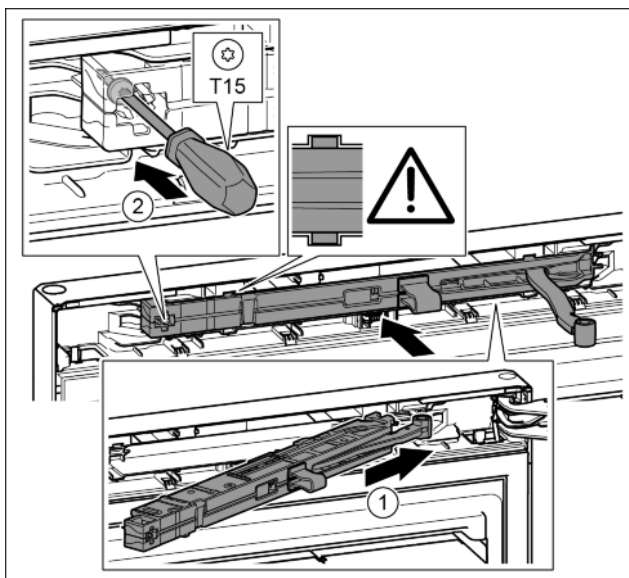

Fig. 20
- ▶ Sluitdempereenheid aan de zijde van de lagerbus tot de aanslag schuin in de uitsparing schuiven. Fig. 20 (1)
- ▶ Schroef met een schroevendraaier T15 vastschroeven. Fig. 20 (2)